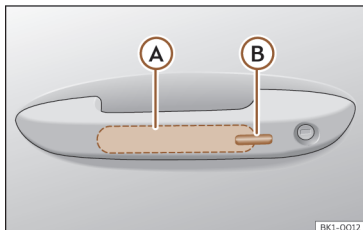

Fig. 61 Manecilla de la puerta: superficies sensoras
>>> **fig. 61**
- Toque la superficie sensora >>> **fig. 61** (B) situada en el lado exterior de la manilla de la puerta. Todos los intermitentes parpadearán una vez
- Antes de que transcurran 5 segundos, toque una vez el sensor del lado exterior de la manilla de la puerta»» fig. 61 ⑧. Al hacerlo, no agarre la manilla. El sistema Keyless Access queda desactivado temporalmente.